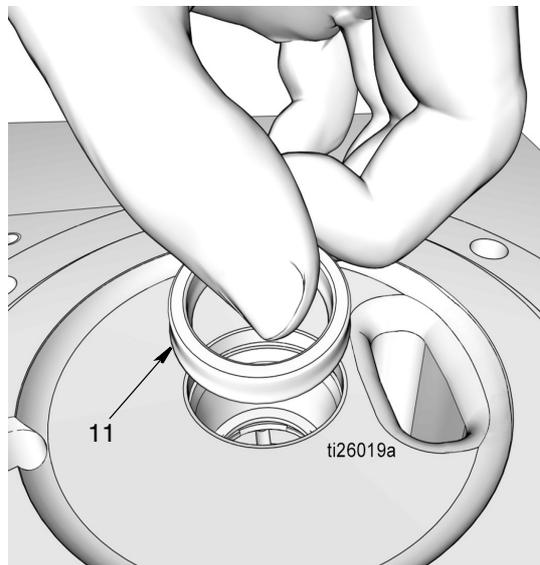

FIG. 35
- d. Monte la junta (11). Asegúrese de que los rebordes de la junta estén orientados hacia abajo como se observa en FIG. 35.